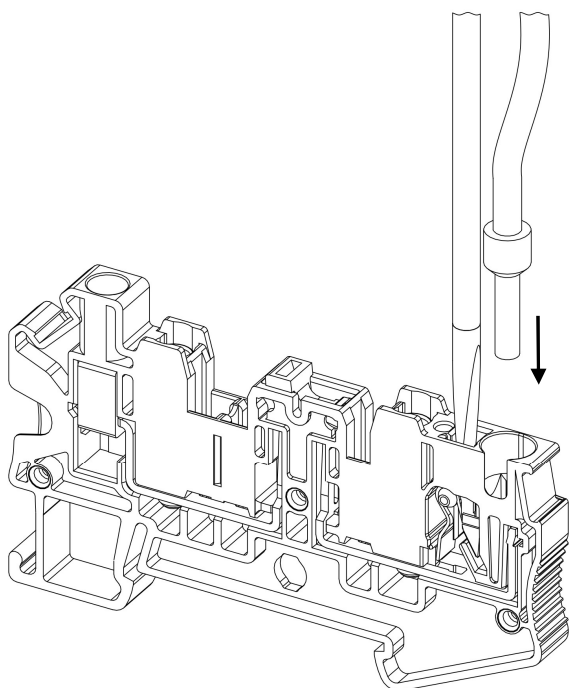
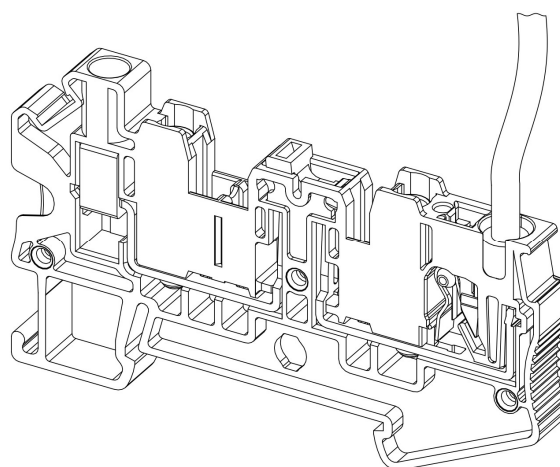

Рисунок 27 – ввод проводника в точку подключения
Рисунок 28 – проводник в точке подключения
- Вставьте подготовленный гибкий проводник до упора в точку подключения (**овальное** отверстие) клеммы (рис. 27; рис. 28).